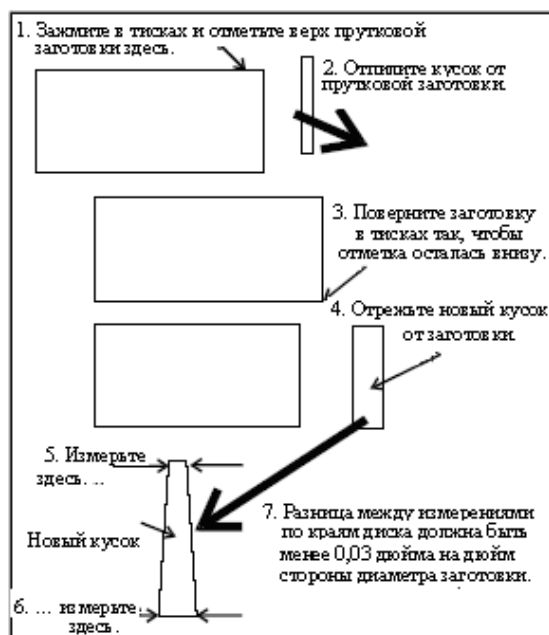

Рисунок 14: Отпиливание тестового диска
1. Надежно зафиксируйте прутковую заготовку в тисках, сделайте разрез через нее. (См. рисунок 14.)